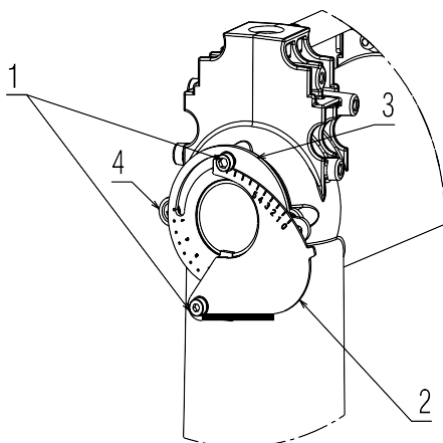

рис. 21
-ослабьте винты 1) и поверните кольцевую гайку 3) до тех пор, пока найденная вами выемка не совпадет с индикатором 4) (рис. 21).
- закрутите 2 винта 1) (рис. 21).